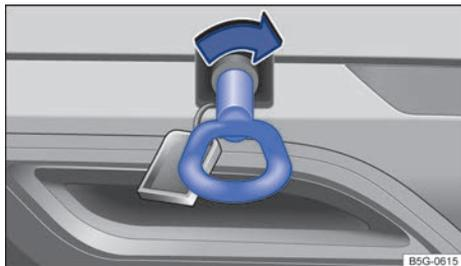

Fig. 195 En el lado derecho del paragolpes trasero: enroscar la argolla de remolque.
El alojamiento de la argolla de remolque enroscable se encuentra en el lado derecho del paragolpes trasero detrás de una tapa → fig. 195, → Ⓢ.
- Enrosque la argolla de remolque en el alojamiento → fig. 195 girándola al máximo **en el sentido de las agujas del reloj** → Ⓢ. Utilice un objeto adecuado con el que pueda enroscar completa y firmemente la argolla de remolque en su alojamiento.